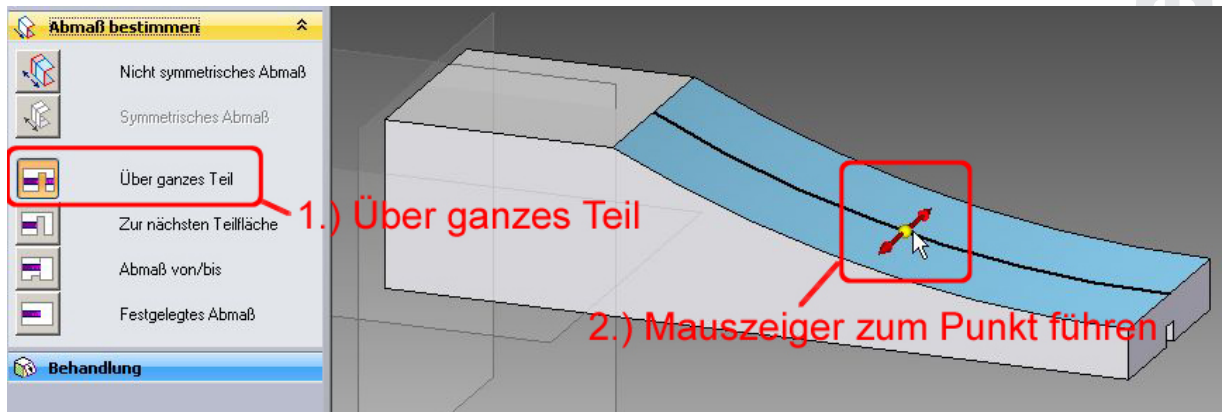

Abb. 29 Ausschnitt über ganzes Teil
56. Wählen Sie in der Gruppe -Abmaß bestimmen- das Symbol für -Über ganzes Teil- (Abb. 29 1).
57. Gehen Sie mit der Maus auf den gelben Punkt und klicken Sie (Abb.29 2).